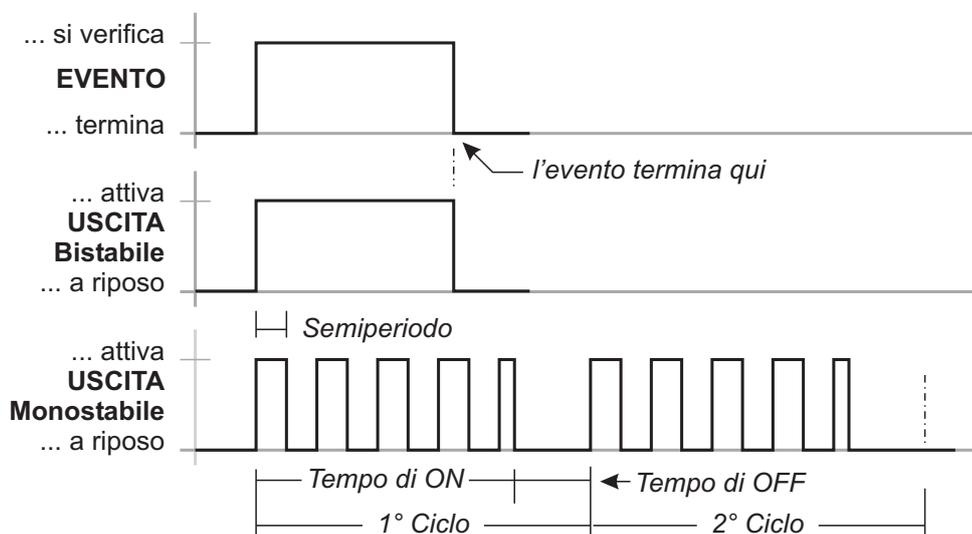

Figura 25 Effetto delle opzioni **Semiperiodo** e **Cicli** sulle Uscite Bistabile e Monostabile.
**Semiperiodo** Se questa opzione è diversa da **zero**, l'Uscita rimarrà attiva per il tempo programmato, ritornerà a Riposo per la stessa somma di tempo, e quindi si riattiverà, come mostrato in Figura 25. Questa opzione può essere usata per far lampeggiare un indicatore luminoso (LED) o far suonare un Buzzer.